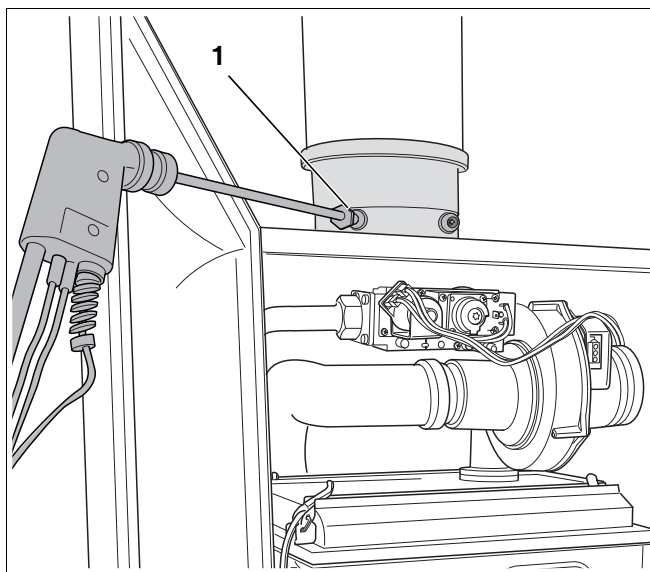

Fig. 87 Măsurări conținutul de monoxid de carbon
- Îndepărtați capacul de la punctul de măsurare pentru gaze de evacuare (fig. 87, poz. 1).
- Racordați aparatul de măsurare al analizei gazelor de evacuare în punctul stâng de măsurare (fig. 87).
- Măsurați la punctul de măsurare pentru gaze de evacuare (fig. 87) conținutul de monoxid de carbon.
- Îndepărtați aparatul de măsurare și de analiză a gazelor de evacuare, montați din nou capacul la punctul de măsurare pentru gazele de evacuare (fig. 87, poz. 1).